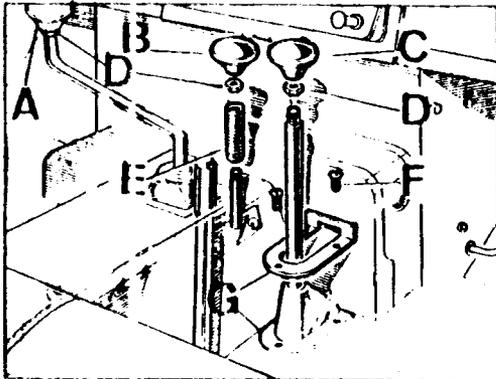

Fig. A3-7 Desmontaje de pomos de las palancas caja de cambio
- 1.1. Desmontar los pomos, A, B y C (Fig. A3-7) y sus contratuercas, D.
1.2. Extraer el muelle, E (Fig. A3-7) y el casquillo, H del mando de acoplamiento de tracción total.
- 1.3. Extraer los tornillos, F (Fig. A3-7) y retirar la placa guardapolvos, G, de la palanca reductora.